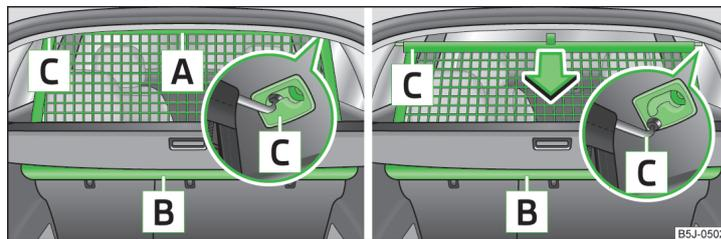
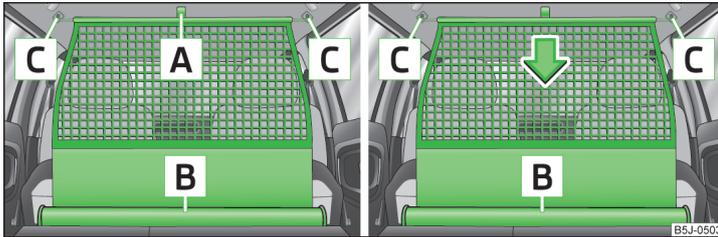

Abb. 70 Netztrennwand herausziehen / aufrollen
Abb. 71 Netztrennwand herausziehen / aufrollen
- Sich überzeugen, dass die Querstange in den Aufnahmen **C** » Abb. 70 auf Seite 76 bzw. » Abb. 71 auf Seite 77 in der vorderen Stellung eingesteckt ist!
- › Die Netztrennwand an der Lasche **A** » Abb. 70 aus dem Gehäuse **B** in Richtung der Aufnahmen **C** ziehen.
- › Die Querstange erst auf der einen, dann auf der anderen Seite etwas nach hinten ziehen und aus den Aufnahmen **C** » Abb. 70 nehmen.
- › Die Netztrennwand an der Lasche **A** » Abb. 71 aus dem Gehäuse **B** in Richtung der Aufnahmen **C** ziehen.
- › Die Querstange erst auf der einen, dann auf der anderen Seite etwas nach hinten ziehen und aus den Aufnahmen **C** » Abb. 71 nehmen.